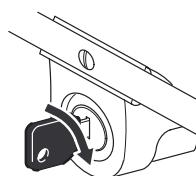

Bild 13
• **Elektrostart** (nur modelle mit Elektrostart) – Stecken Sie den Zündschlüssel ein, drehen ihn nach rechts und lassen ihn wieder los, sobald der Motor angesprungen ist (Bild 13).